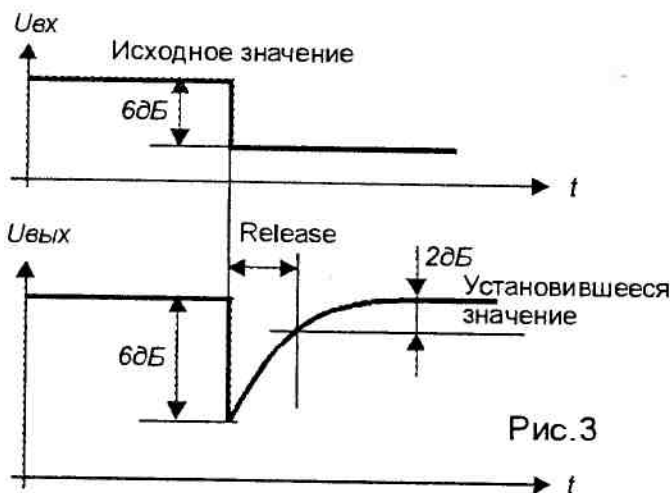

Рис.3
*Время восстановления (Release)* – это промежуток между моментом, когда уровень сигнала источника уменьшается на 6 дБ от исходного, и моментом, когда выходной уровень достигает значения на 2 дБ ниже его установившегося значения, рис.3. Временная иллюстрация приводится на рис.4